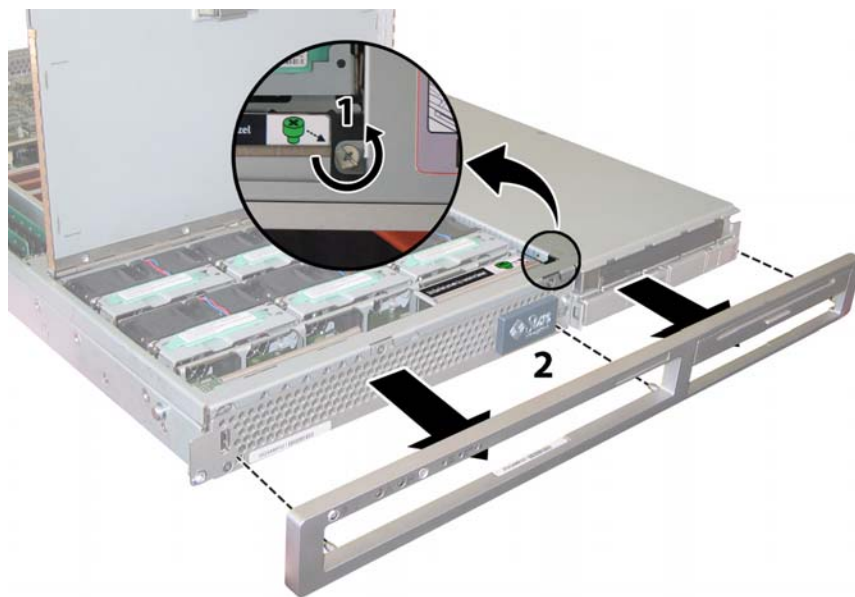

图 3-3 旋下前护盖锁固螺丝
1. 打开风扇托架门，并使用 2 号十字螺丝刀旋下将前护盖锁固到位的紧固螺丝。请参见图 3-3。